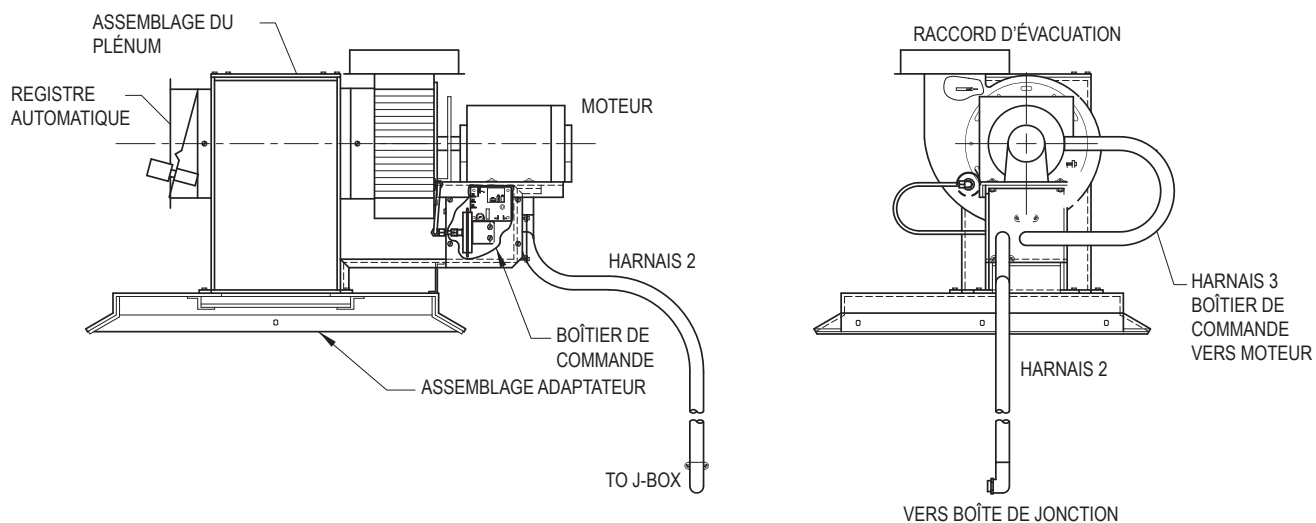

Figure 4. Raccordements, modèles 0514 à 0824
6. Disposez les harnais de câble sous conduite comme indiqué à la **Figure 4**.